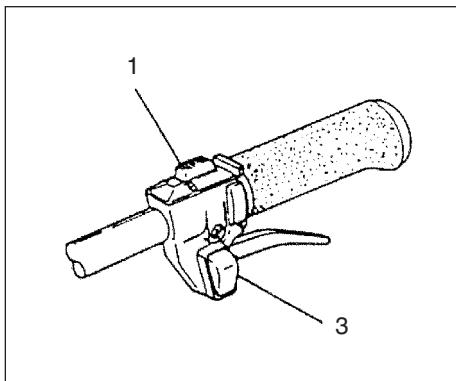

Fig. 2-2
Start (Fig. 2-2, 2B)
1. Sett tenningsbryteren (1) i posisjon ON (PÅ). (fig. 2-2)
2. Med sikkerhetshendelen (2) trykket inn, trekkes det i gasshåndtaket og låsekappen (3) dyttes inn (hvis slik utstyrt), mens først gassen slippes sakte, deretter sikkerhetshendelen. Dette løser gassen i startposisjon.(fig. 2-2, 2B)